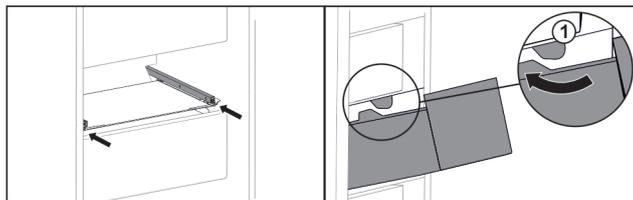

Fig. 31
- ▶ Обведите выдвижной ящик вокруг стопора Fig. 31 (1)\*